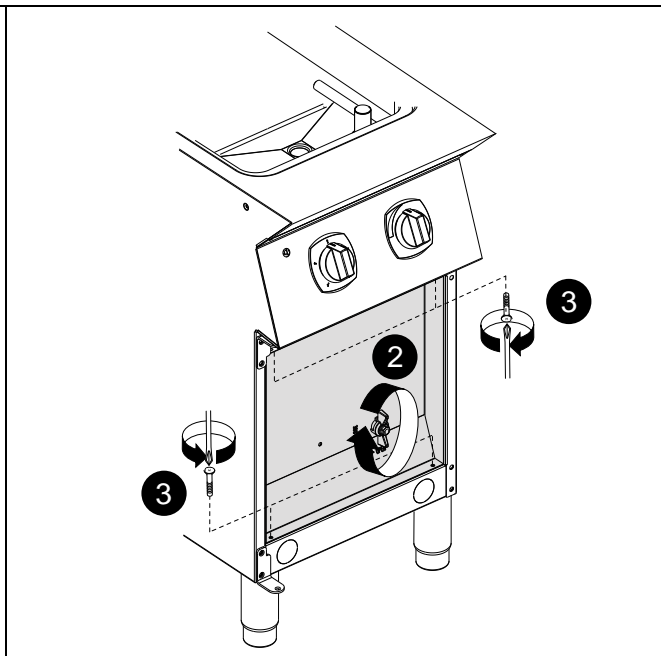

ABB. 2
1. Die Schraube "A" ausdrehen (siehe ABB. 2).
1. Die Schraube "A" lösen (siehe ABB. 2).
2. Den Knopf des Ablaufventils aufschrauben (siehe Detailzeichnung 2 – ABB. 2).
3. Die Frontblende durch Ausdrehen der vier Befestigungsschrauben abnehmen (siehe Detailzeichnung 3 – ABB. 2).